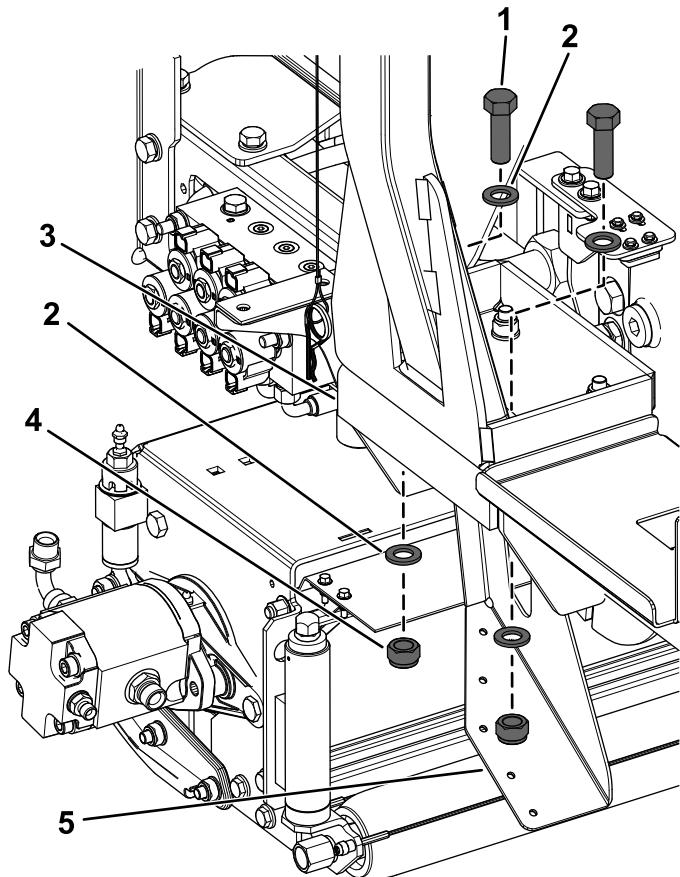

Figura 7
2. Fissate senza serrare il supporto dell'aletta sinistra alla staffa sinistra del ROPS con i 2 bulloni a testa esagonale (16 x 50 mm) e 4 rondelle che avete rimosso in precedenza e 2 nuovi dadi di bloccaggio (16 mm) come mostrato nella Figura 7.